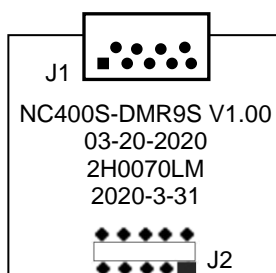

Рисунок 4.43 - Расположение разъёмов платы KEY NC400S-581
4.4.2.2 плата NC400S-581 (рисунок 4.43) предназначена для выведения внешнего разъёма **KEY** на заднюю панель БУ.